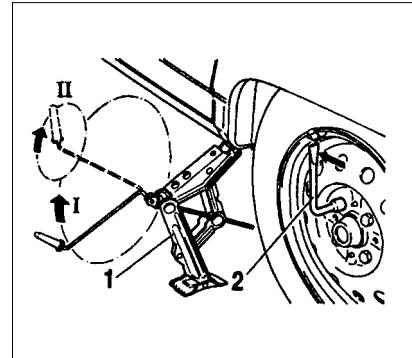

Рис. 41. Подъем автомобиля
- ослабьте на один оборот комбинированным ключом 2 (рис. 41) болты крепления заменяемого колеса;